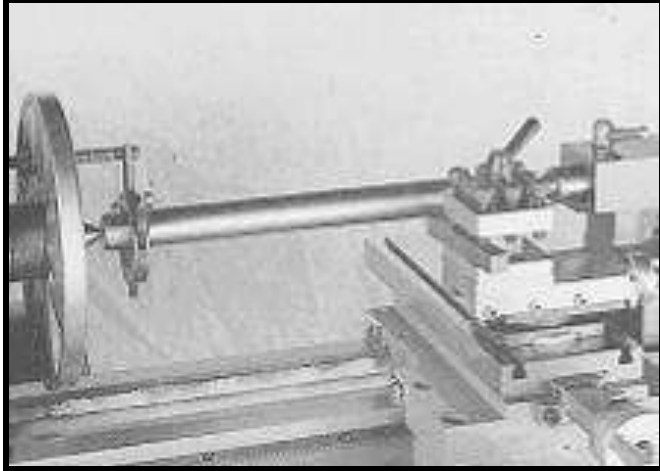

Рис. 15
- Аккуратно снимите шестерни (4, рис.15) с осей, извлеките передвигаемые сухари осей шестерен (не показаны).
планшайбы (Рис. 15).